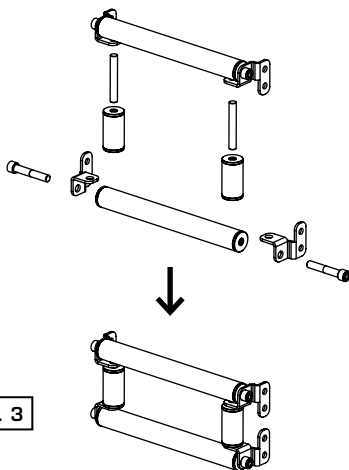
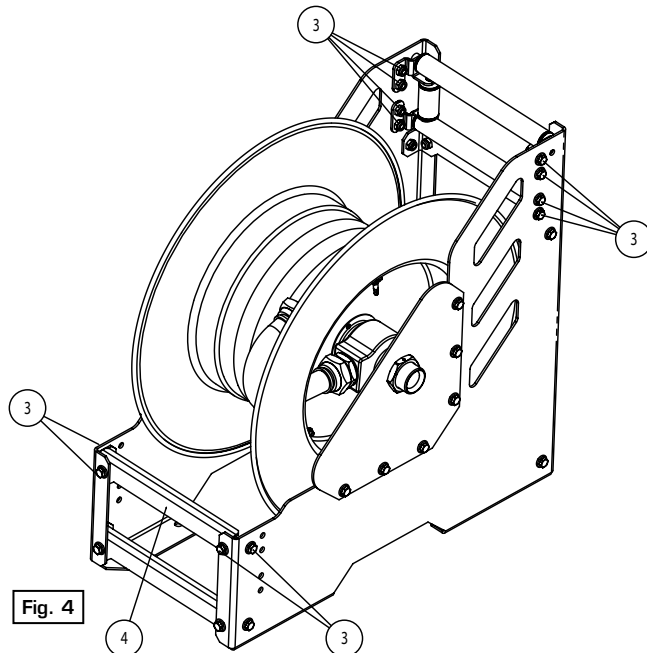

Fig. 3
Fig. 4
5. Assemble between then, the hose outlet components took apart previously as shown (fig. 3), and take them to their new position as shown (fig. 4). Then, screw the bolts (3) (fig. 4).
6. Finally, assemble the crosspiece (4) (fig. 4) at the indicated position.
5. Ensamble entre sí los componentes de la salida de manguera desmontados previamente según (fig. 3), y lívelos a su nueva posición según (fig. 4), apretando los tornillos (3) (fig. 4).
6. Finalmente ensamble el travesaño (4) (fig. 4) en la posición indicada.